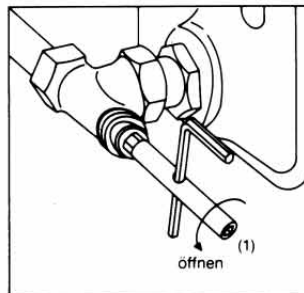

Bild 5
- 3.3 Mit dem Sechskantschlüssel SW 10 (1) durch Linksdrehen den Einsatz lockern (max. ¼ Gewindegang) (Bild 5).